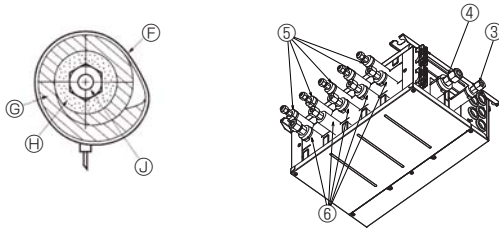
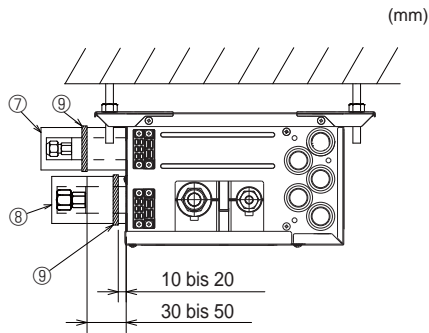

Fig. 7-4
Fig. 7-5
- Isolieren Sie die Flüssigkeits- und Gasleitungen des Verteilerkastens, indem Sie hitzebeständigen Polyethylen-Schaumstoff fest um die Rohrleitungen herum anbringen. (Fig. 7-4)
- (5) Drücken Sie die Rohrabdeckungen ③ und ⑤ an den Flüssigkeitsleitungen gegen das Gerät und umwickeln Sie sie, um sie zu befestigen. (Fig. 7-4)
- (6) Drücken Sie die Rohrabdeckungen ④ und ⑥ an den Gasleitungen gegen das Gerät und umwickeln Sie sie, um sie zu befestigen. (Fig. 7-4)
- (7) Bringen Sie die mitgelieferten Bänder ⑨ in einem Abstand von etwa 10 - 20 mm von den Enden der Rohrabdeckungen (③④⑤⑥) an.
- (8) Wenn das Innengerät nicht angeschlossen wird, bringen Sie die mitgelieferten Rohrabdeckungen (mit Kappen, ⑦ und ⑧) an den Kältemittelleitungsanschlüssen des Verteilerkastens dicht am Gerät an, um zu verhindern, dass Kondensat von den Rohrleitungen tropft. (Fig. 7-5)
- (9) Klemmen Sie die Rohrabdeckungen (⑦⑧) mit den mitgelieferten Bändern ⑨ fest.
- Ⓣ Band (3.1 Zubehör Nr. ⑨)
- ⓐ Rohrabdeckungen (3.1 Zubehör Nr. ③④⑤⑥)
7.2 Handhabung von Anschlüssen, die nicht an ein Außengerät angeschlossen sind (Fig. 7-5)